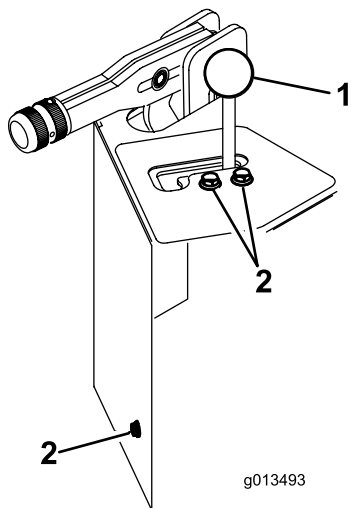

Figura 24
3. Retire o manípulo da alavanca de elevação (Figura 24).
4. Retire os (3) parafusos de montagem e retire o resguardo da válvula (Figura 24).